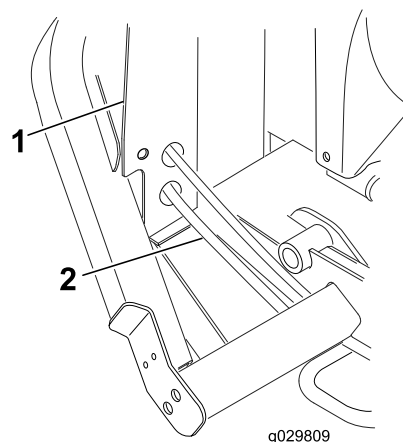
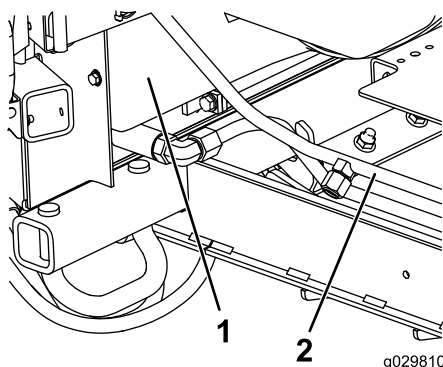

Figure 14
Figure 13
1. Du côté droit de la machine, juste devant le cadre du radiateur, placez un bac de vidange sous le flexible de retour du refroidisseur d'huile (Figure 13 ou Figure 14).